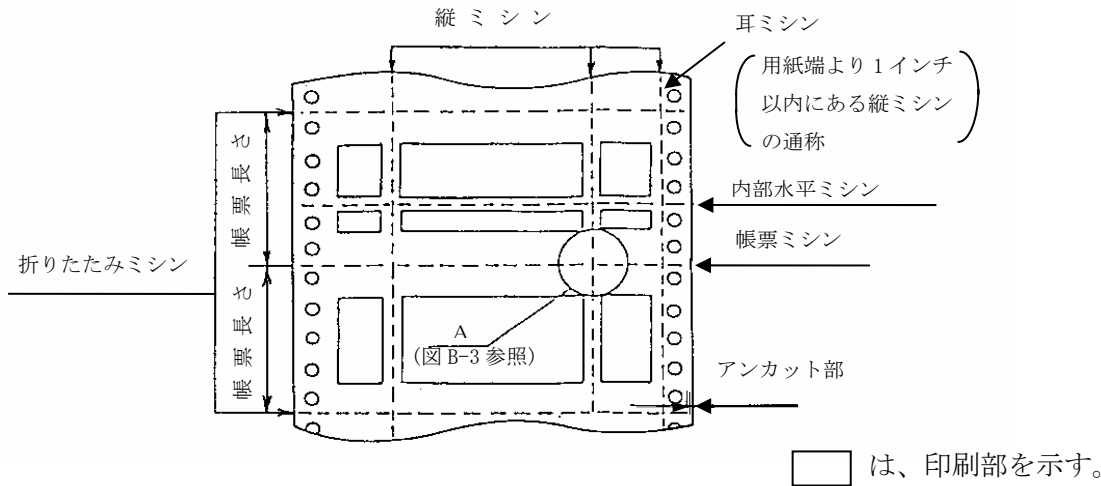
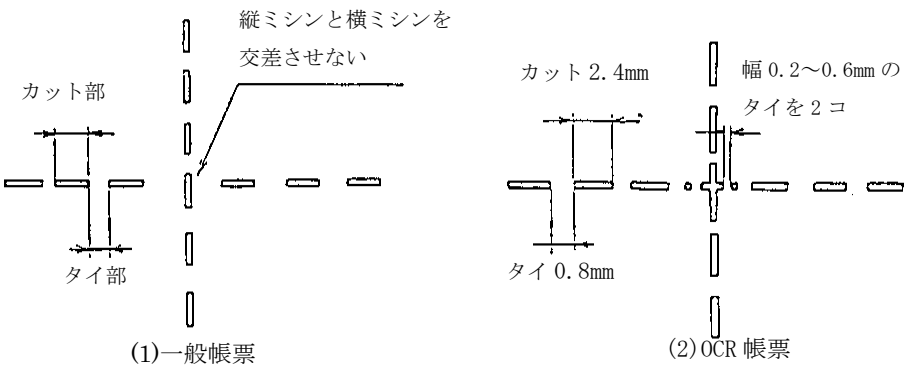

図 B-2 ミシンの定義
図 B-3 縦横ミシン目の交差部(図 B-2・A 部参照)
縦ミシン(耳ミシンを含む)、横ミシン(折りたたみミシン、帳票ミシン、内部水平ミシン)の定義は、図 B-2 による。ミシン目カット部及びタイ部の定義は、図 B-3 を参照して下さい。ミシン目のアンカット部は、図 B-2 を参照して下さい。
(4) ミシンに関する留意事項
- (c) 帳票ミシンと内部水平ミシンは、両端に 3～5mm のアンカット部(図 B-2 参照)を残すこと。また折りぐせないこと。
- (d) 折りたたみミシンの両端に 1～3mm のアンカット部(図 B-2 参照)を残すこと。